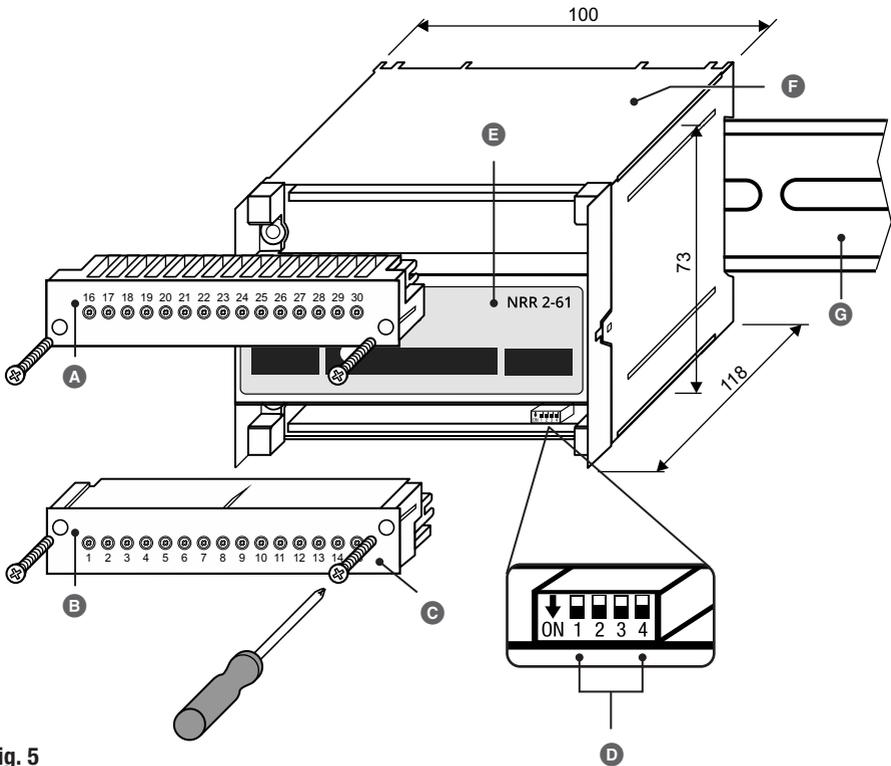

Fig. 5
Bei Bedarf können Sie die Baudrate und die Reglergruppe des Niveaureglers NRR 2-61 am Kodierschalter **D** (siehe **Fig. 5**) jederzeit ändern.
2. Die untere Klemmleiste losschrauben und abziehen, siehe **Fig. 5**.
3. Die gewünschten Einstellungen am Kodierschalter **D** (siehe **Fig. 5**) vornehmen, siehe Seite 23, **Fig. 9**.
Für den Betrieb muss am Kodierschalter **Ⓢ** **Fig. 5** die Reglergruppe und die Baudrate für den Niveauregler festgelegt werden. Durch den Anschluss der verschiedenen Niveauelektroden und die dazugehörige Parametrierung am Bedien- und Visualisierungsgerät URB 60 ergeben sich die gewünschten Reglerfunktionen.